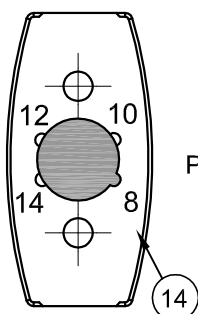

Рис. 13
4.3. Перед установкой нижней направляющей нужно снизу направляющей выставить переключатель толщины стекла дверей. В нашем примере - 8мм. (Рис. 13)